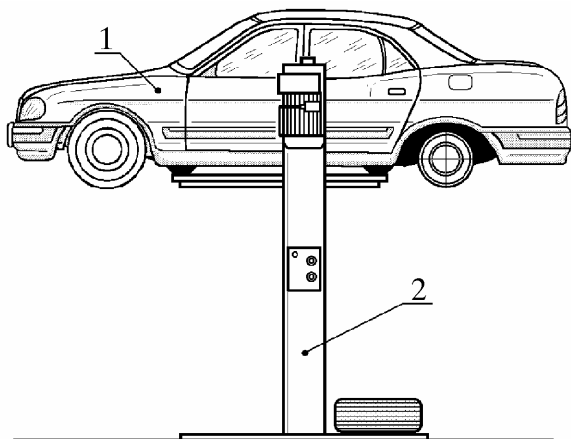

Рис. 3. Поднятие автомобиля подъемником
4.3.2. Поднять автомобиль подъемником (рис. 3) на удобную высоту, выполняя при этом требования техники безопасности, изложенные в инструкции подъемника.
4.3.4. Отсоединить нижний конец левого амортизатора 1 (рис. 3а) задней подвески от кронштейна 2, отвинтив и сняв гайку 3 с шайбой 4 и вынув болт 5 крепления нижнего конца амортизатора. Снять амортизатор
Рис. 3а. Снятие амортизатора с автомобиля: